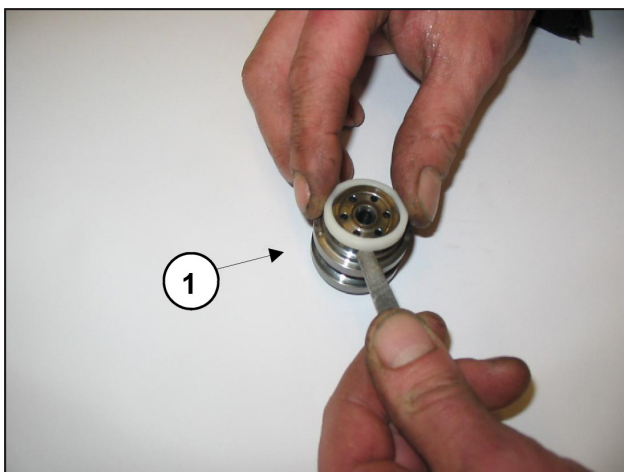

Fig. 25
- Dégager les sièges de soupapes ① comme le montre la Fig. 25, contrôler si les composants sont usés et les remplacer si nécessaire.